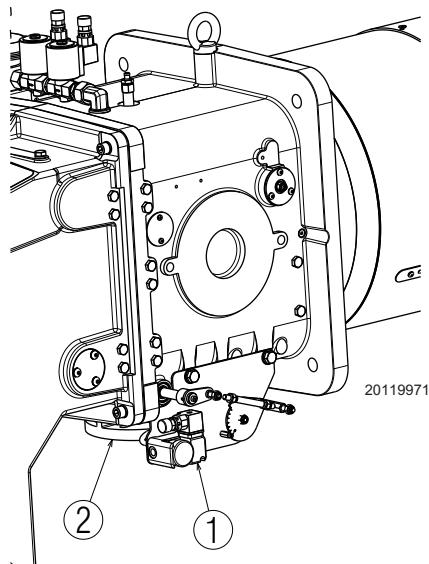

图 20
燃气阀组通过法兰 2 ) ( 图 20 ) 预先连接到燃烧器。
在测试点 1 ) ( 图 20 ) 处测得的燃气压力，其中：
燃气蝶阀 2 ) ( 图 20 ) 处压力损失，此时燃气蝶阀开启至最大：90°。
- 用在测试点 1 ) ( 图 20 ) 处测得的燃气压力减去炉膛压力。
测试点 P1 ) ( 图 20 ) 处的燃气压力 = 95.6 mbar
计算测试点 1)( 图 20) 处所需燃气压力 , 将燃烧器以最大出力运行 :
- 读出右边栏 1 所示测试点 1)( 图 20) 处压力。
测试点 1)( 图 20) 所需的压力。